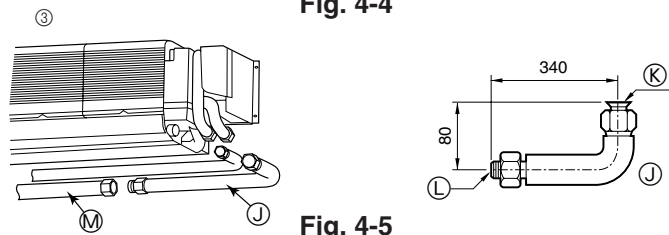

Fig. 4-5
- ③ Tubo de união em forma de L (para tubagem de gás) (Fig. 4-5)